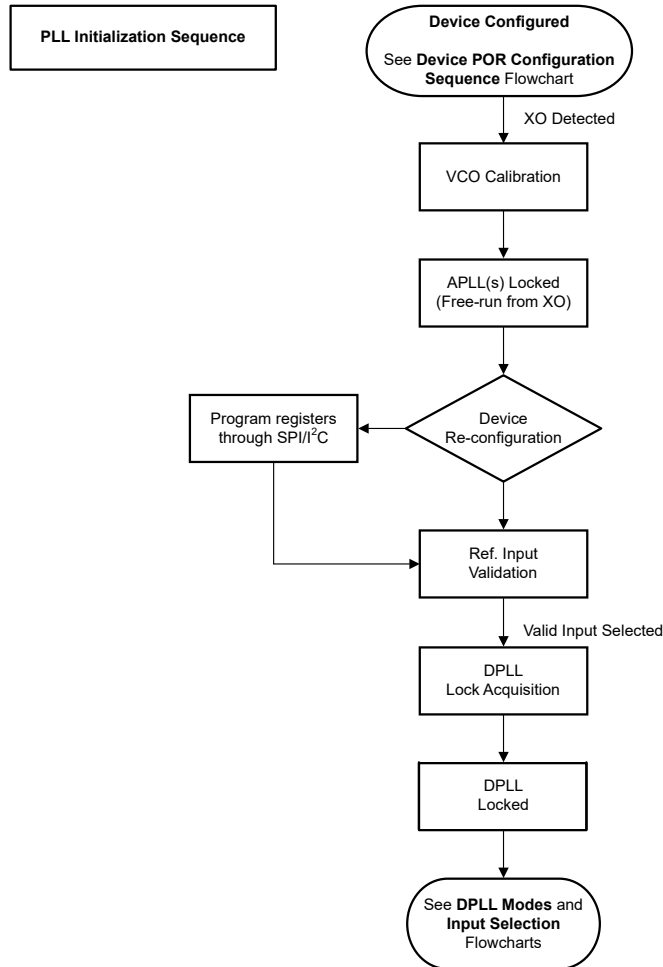

図 8-42. APLL の初期化シーケンス
起動後、グローバル SWRST (R23[6]) がデバイスの初期化シーケンスと APLL キャリブレーション ステートマシンを再起動します (図 8-42 を参照)。POR 後に APLL レジスタを変更してすべての APLL を再調整し、出力と SYSREF チャンネル デバイダを再調整する場合は、グローバル SWRST を発行することをお勧めします。
**図 8-42** に、POR 後の APLL 起動の一般的なシーケンスを示します。このシーケンスは、グローバル SWRST または APLLx_SWRST の後にも適用されます。適切な VCO キャリブレーションを行うには、VCO キャリブレーションの開始前に、APLL リファレンス クロックの振幅と周波数が安定している必要があります。そうしないと、VCO キャリブレーションが失敗し、APLL と出力クロックの起動が妨げられる可能性があります。